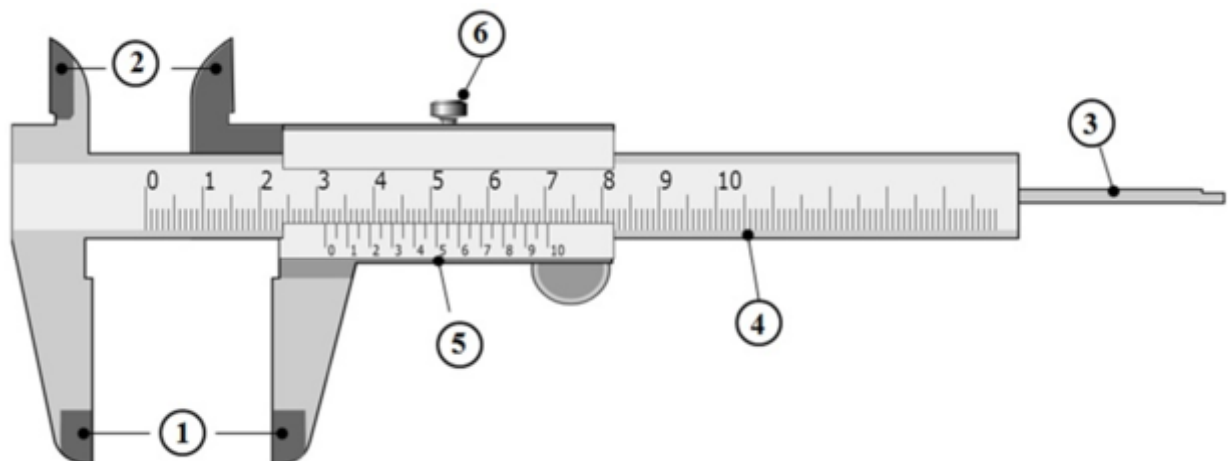
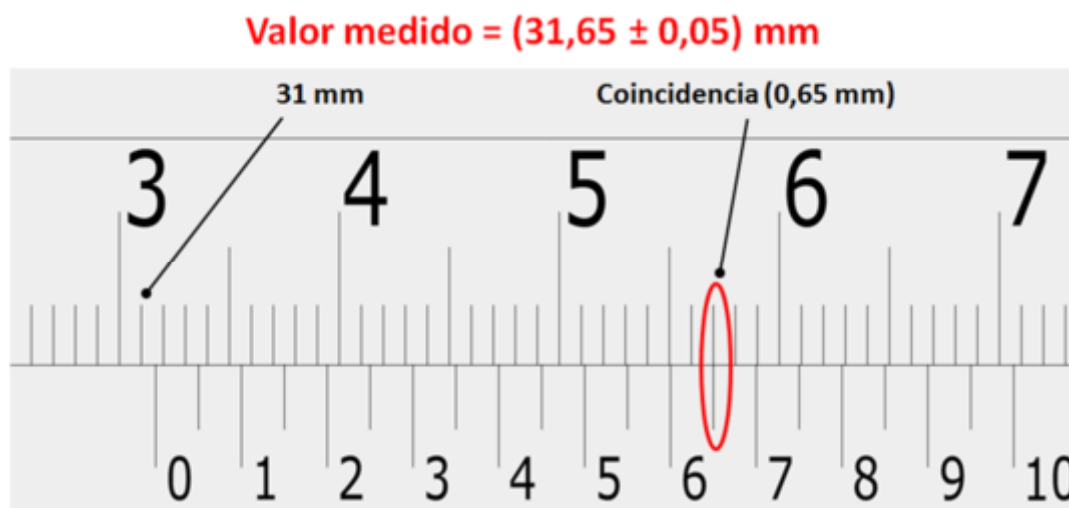

Figura 1. Esquema de un calibre
Figura 2. Ejemplo de medición con calibre.
Este instrumento tiene una apreciación menor que la de una regla milimetrada. Es decir, permite medir más precisamente. En el laboratorio existen calibres de apreciación 0,02 mm y 0,05 mm. En la Figura 1 puede observarse la apariencia de un calibre típico.
En la Figura 1, la escala (4) es fija, graduada en centímetros y milímetros. Para realizar una medida, debe ubicarse el objeto entre las mordazas, y seguidamente determinar mediante el cero del nonio (5) y la escala (4) cual es la medida en milímetros. A continuación debe observarse donde coinciden dos líneas cualesquiera de la escala (4) y el nonio (5). En la escala del nonio (5), se obtiene la medida de la décima y la centésima de milímetro. En la Figura 2, se muestra un ejemplo de medición, realizada con un calibre de apreciación 0,05 mm.